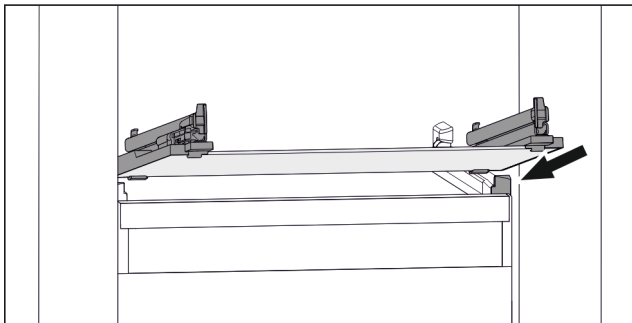

Fig. 141 Reprezentare exemplificativă a plăcii de sticlă
- ▶ Așezați placa de sticlă oblic în spatele opritoarelor. (vezi Fig. 141)